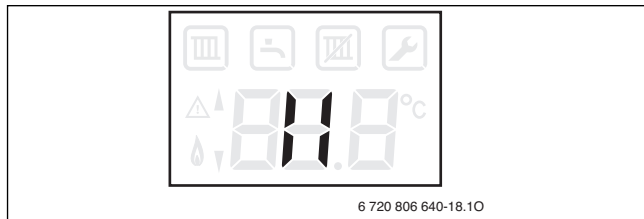

Рис. 27
- ▶ Включите котёл кнопкой "Stand-by" (→рис. 27).